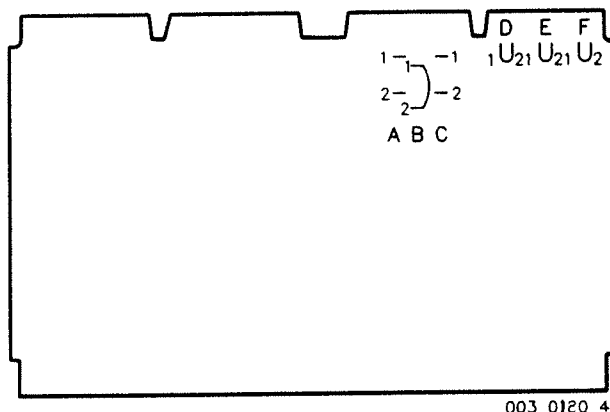

Bild 6. Standardbygging av LK-BR
- Ta ur REG-D/DF ROE 213 002 (CVB-hyllan i GS1-GS3 pos 34 och 53).
- Alla LK-BR ROE 226 4337/1 som finns i ABC-hyllan i det GS- stativ som avledningstestas skall vara standardbygglade enligt bild 6.